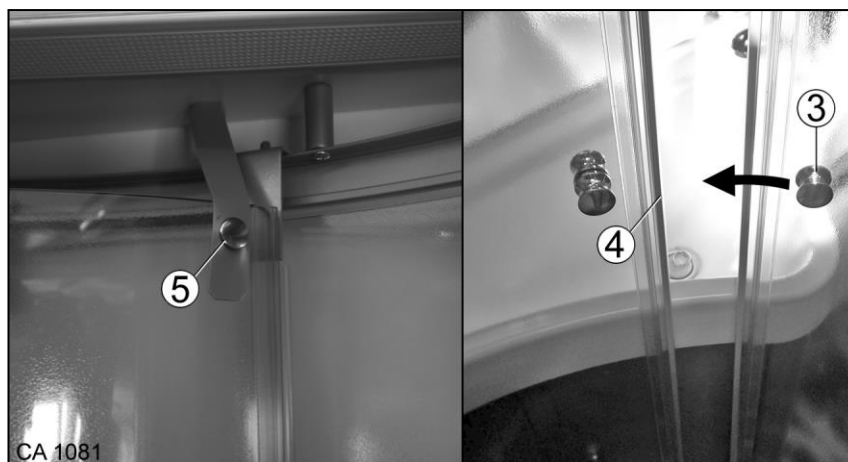

Fig. 146 Porte coulissante de la cabine de douche
3. Desserrer la fixation par bouton-pression (Fig. 146/5) de la porte coulissante de la cabine de douche.
4. Glisser la porte coulissante en la tenant au bouton (Fig. 146/3) jusqu'au rail de butée de l'élément pivotant (Fig. 146/4).